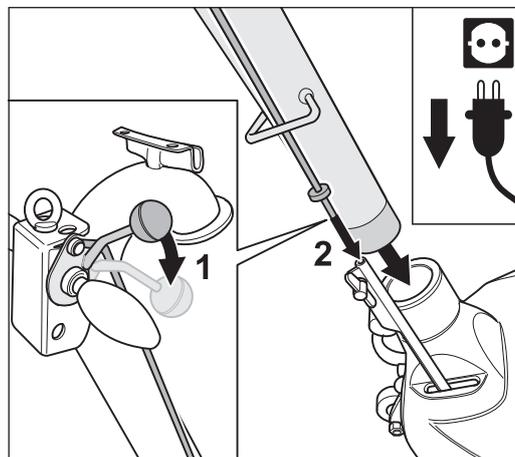

Fig. 2 ¡Al enchufar el tubo guía, debe enhebrarse correctamente el varillaje de descarga!
- 2 Empuje la palanca de descarga hacia abajo, enchufe el tubo guía en la abertura del cuerpo y, al mismo tiempo, enchufe el varillaje de descarga en la base del varillaje de la carcasa de la máquina (Fig. 2).